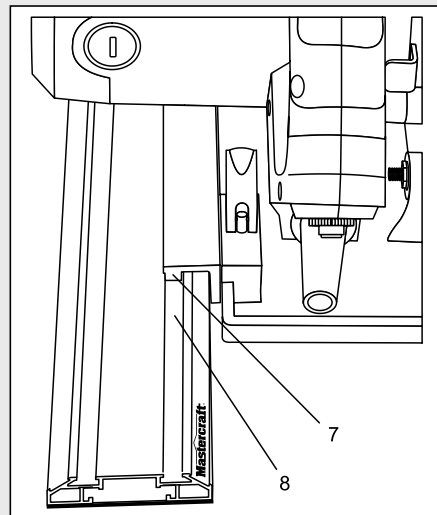

Fig. 28
- Insérez le rail du rail de guidage (7) dans la rainure correspondante sur la plaque-glissière (8) (Fig. 28).